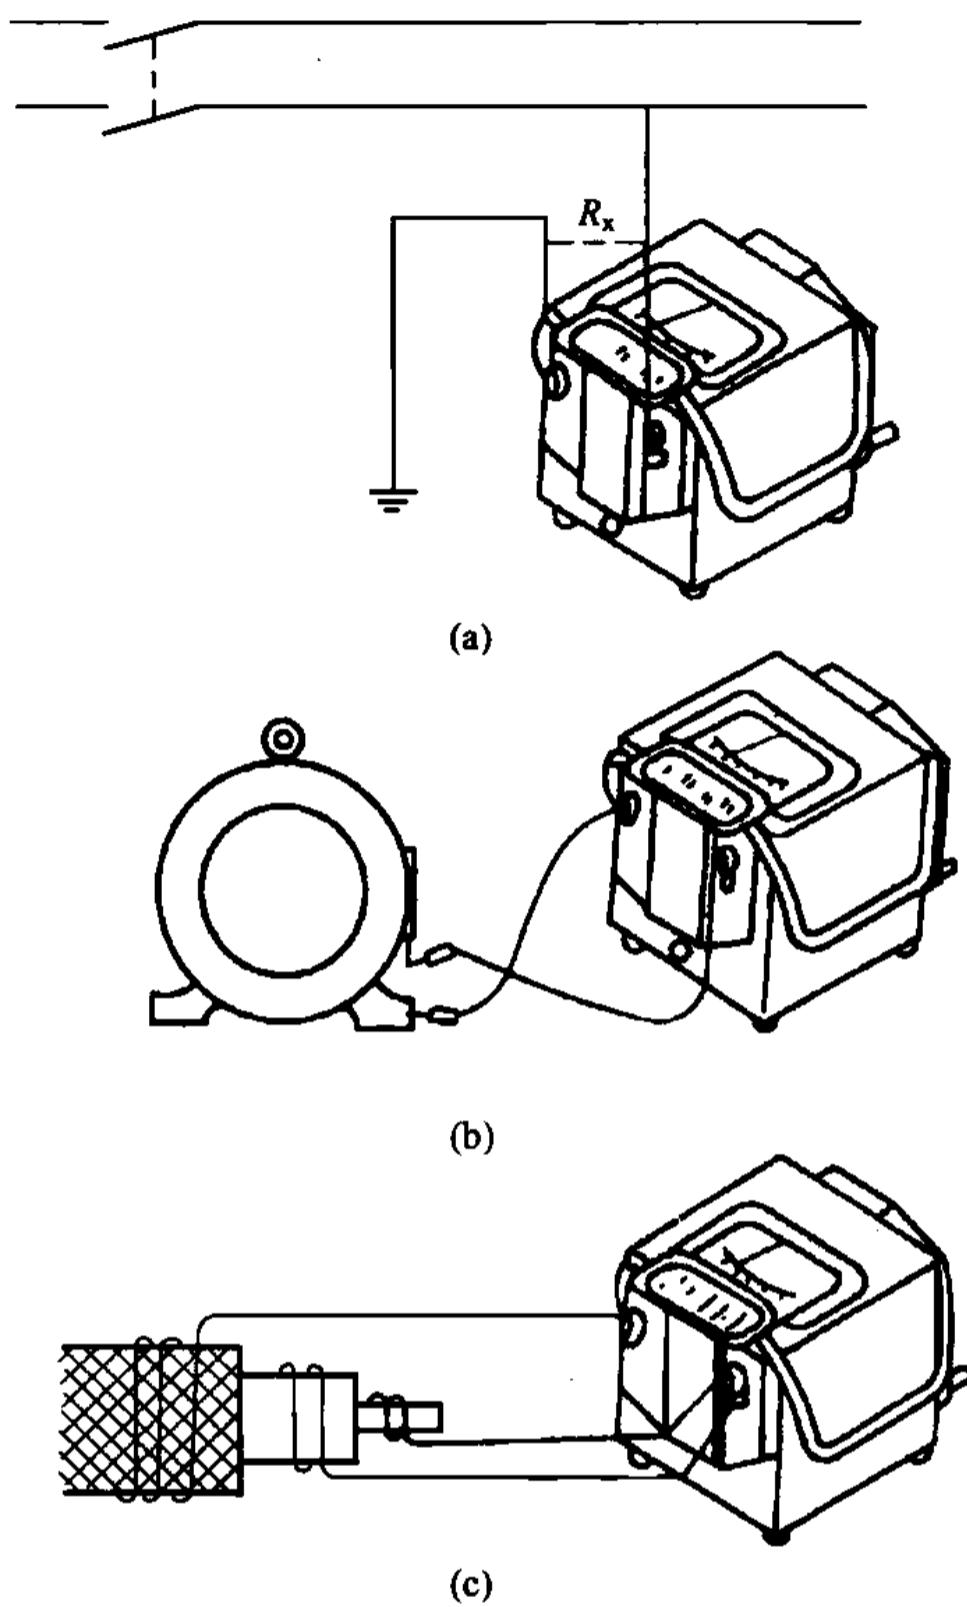

图 1-5 绝缘电阻表的接线图
(1) 测量照明或电力线路对地的绝缘电阻。按图 1-5 (a) 把线接好，顺时针摇摇把，转速由慢变快，约 1min 后，发电机转速稳定时 (120r/min)，表针也稳定下来，这时表针指示的数值就是所测得的绝缘电阻。
(2) 测量电动机的绝缘电阻。将绝缘电阻表的接地柱接机壳，L 接电动机的绕组，如图 1-5 (b) 所示，然后进行摇测。
(3) 测量电缆的绝缘电阻。测量电缆的线芯和外壳的绝缘电阻时，除将外壳接 E、线芯接 L 外，中间的绝缘层还需和 G 相接，如图 1-5 (c) 所示。